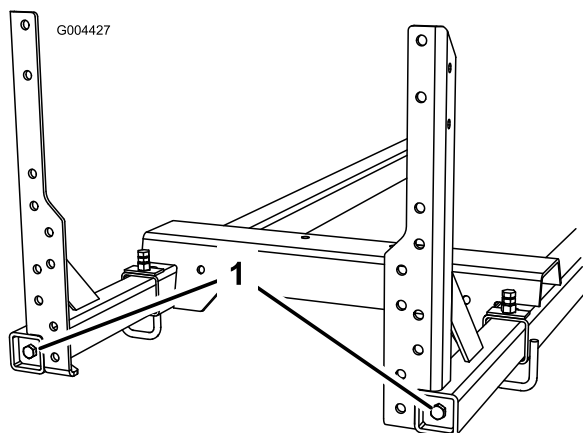

Figura 8
4. Apriete los pernos del bastidor del brazo (Figura 8).